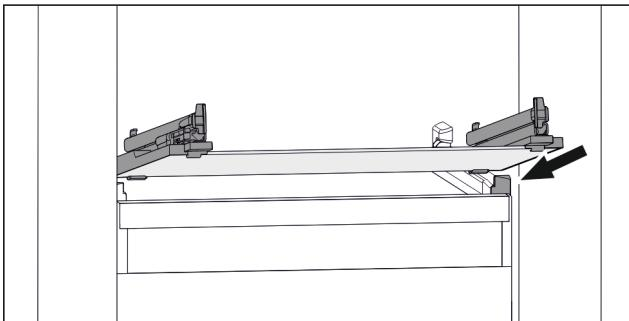

Fig. 83 Примерно изображение на стъклената плоча
- ▶ Поставете стъклената плоча под ъгъл зад ограничителите. (виж Fig. 83)